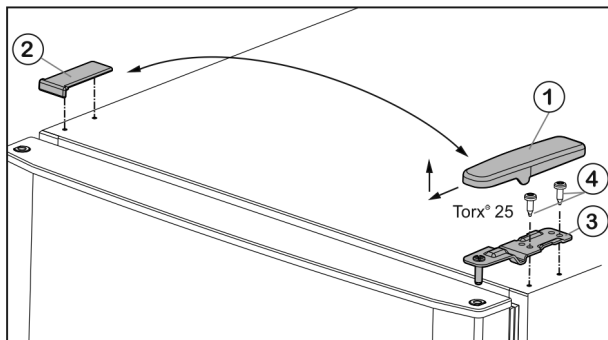

Fig. 5
- ▶ Retirar la cubierta Fig. 5 (1) tirando de ella hacia delante y arriba.
- ▶ Levantar la cubierta Fig. 5 (2).
- ▶ Desatornillar el soporte de rodamiento superior Fig. 5 (3)(2 veces para Torx® 25) Fig. 5 (4) y retirarlo tirando de él hacia arriba.
- ▶ Colocar el soporte de rodamiento superior *Fig. 5 (3)* en el nuevo lado de las bisagras de la puerta.
- ▶ Enroscar el soporte de rodamiento superior (**con 4 Nm**) (2 veces para Torx® 25) *Fig. 5 (4)*. En caso necesario, utilizar un destornillador eléctrico.
- ▶ Colocar de nuevo desde fuera la cubierta *Fig. 5 (1)* en el lado opuesto y encajarla.
- ▶ Colocar desde arriba y encajar la cubierta *Fig. 5 (2)*, respectivamente, en el lado opuesto.